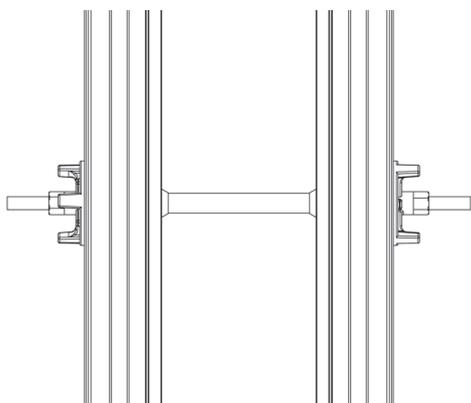

Fig. 13 : Entretoise plastique (Réf. 432000V)
- le tube PVC coupé à la dimension dans lequel vient s'emmancher les cônes plastiques. (figure 13)